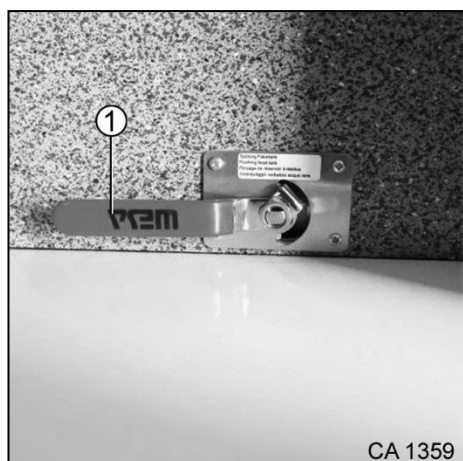

Fig. 168 Robinet de vidange (fermé)
1. Ouvrir le robinet de vidange (Fig. 168/1) : Position « OUVERTE ».
2. Fermer le robinet de vidange (Fig. 168/1) : Position « FERMÉE ».